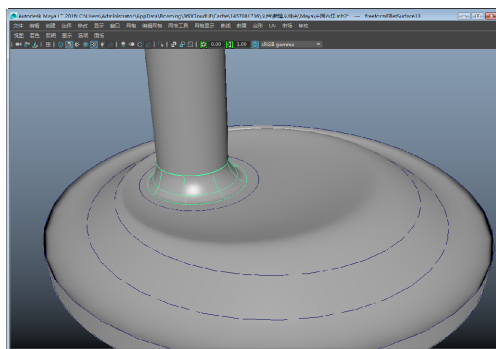

图 3-127 创建圆角
- 4 选择底座上接口的曲线和灯杆的一端，利用圆角工具在它们之间创建一个平滑接口，如图 3-127 所示。